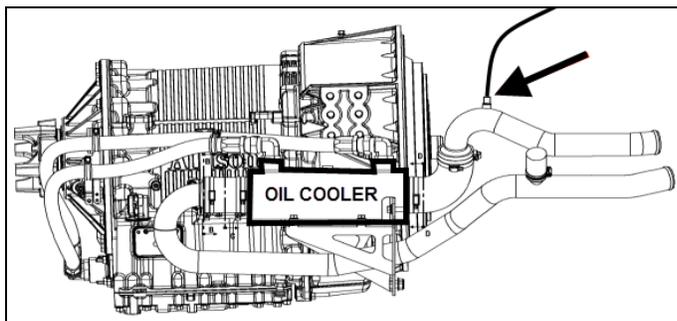

FIGURE 5: LIGNE D'ÉVENT PRÈS DU REFROIDISSEUR D'HUILE À TRANSMISSION
4. Déconnecter la ligne d'évent près du refroidisseur d'huile à transmission (voir la FIGURE 5). Jeter la ligne d'évent. Appliquer le produit « **Loctite 567 thread sealant** » sur les filets du bouchon  $\frac{1}{4}$  hex 6-pan creux #501800 pour assurer l'étanchéité puis visser le bouchon sur le raccord du tuyau du refroidisseur d'huile à transmission.